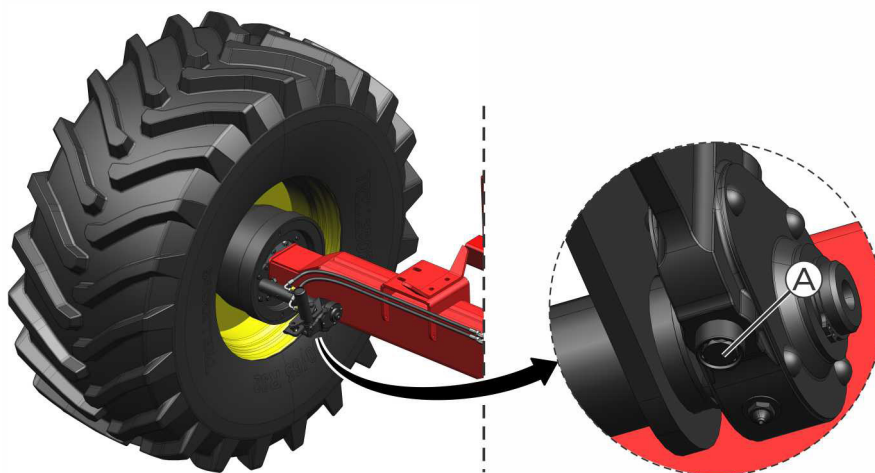

fig. 20
- La regulación se realiza a través del tornillo hexagonal (A) (fig. 20), ubicado en la parte inferior del conjunto. El ajuste se debe realizar de manera progresiva, hasta obtener el frenado deseado. Asegúrese de que la rueda gire suelta y liviana cuando no esté con el freno activado.